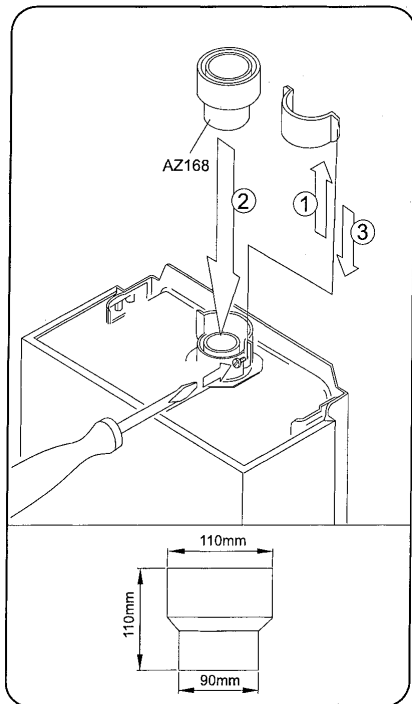

Рис.1
1. Демонтировать хомут (Рис.1, позиц.1)
2. Установить переходную муфту (Рис.1, позиц.2)
3. Установить хомут (Рис.1, позиц.3)